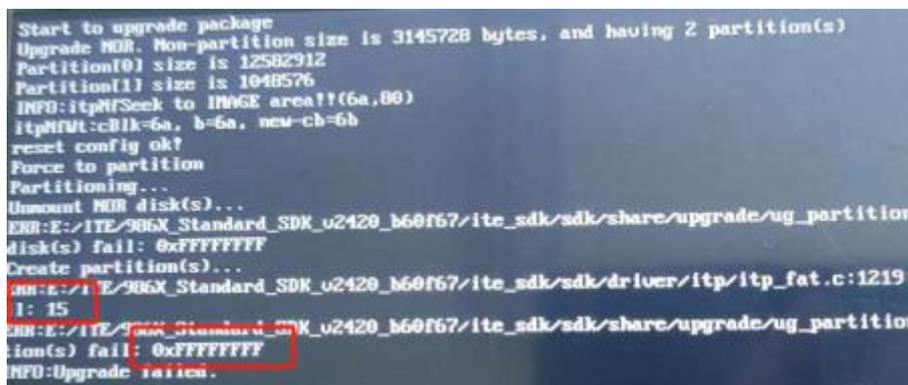

图 4-6 错误提示图
(1) 物联型提示：tion(s) fail: 0xFFFFFFFF INFO :Upgrade failed. 修改工程配置里的 flash 大小。如图 4-6 所示。